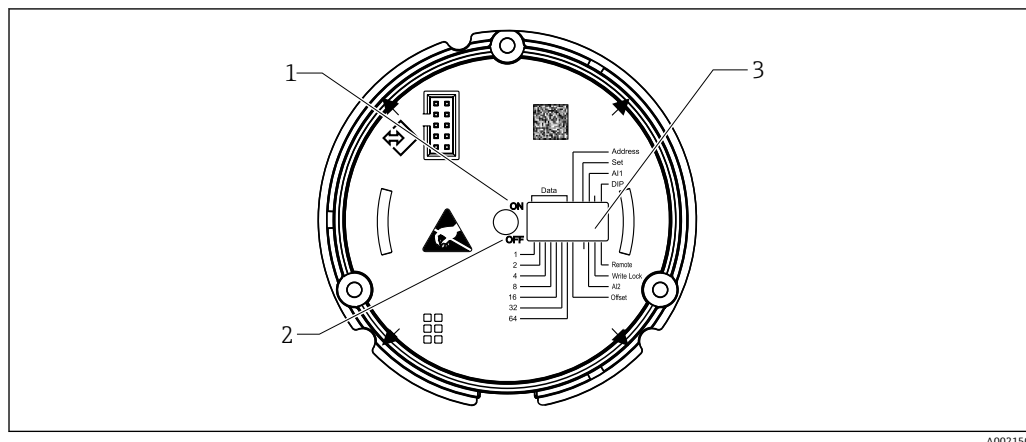

図 10 DIP スイッチによるハードウェア設定
1. ハウジングカバーを外して、ディスプレイを取り外します → 図 4, 図 10。